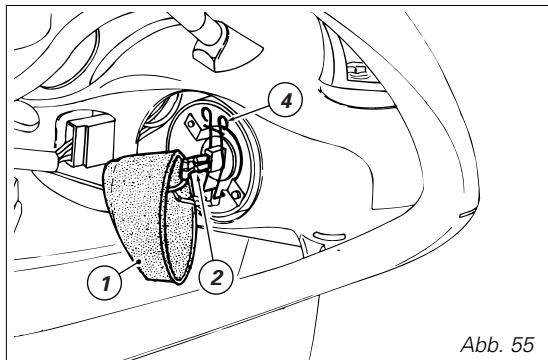

Abb. 55
Abblendlicht (Abb. 55): Die Gummihaut (1) des Scheinwerferkörpers abnehmen, dann den Flachstecker (2) durch Niederdrücken des unteren Schnellauslöseknopfs von der Leuchte abziehen.
Die Halteklemme (4) der Leuchte aushaken und letztere von der Halterung nehmen (Abb. 55 und 56).